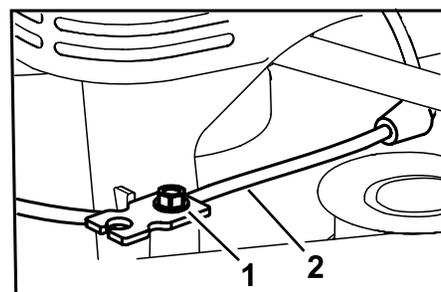

Figura 47
5. Desaperte o parafuso da braçadeira de cabos (Figura 47).